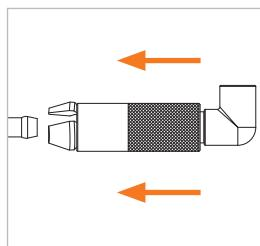

Figure 1
- ▶ Faites glisser le connecteur sur le manchon coulissant (n° 1) vers l'avant sur la pièce d'essai (Figure 1). Le connecteur doit s'enclencher avec un clic audible. La bague d'arrêt doit être visible (Figure 2) et les bords extérieurs du diamètre externe des mâchoires de serrage ne doivent plus être visibles (Figure 3 et Figure 4).